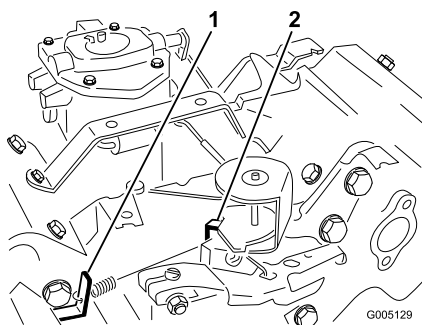

Figura 50
3. Dobre o batente da mola de velocidade intermédia (Figura 50) até obter uma velocidade de 1650 ± 100 rpm. Verifique a velocidade com um tacómetro.
5. Desloque a alavanca do regulador para a posição Fast (rápido). Dobre o batente da mola de velocidade elevada (Figura 50) até obter uma velocidade de 2850 ± 50 rpm.